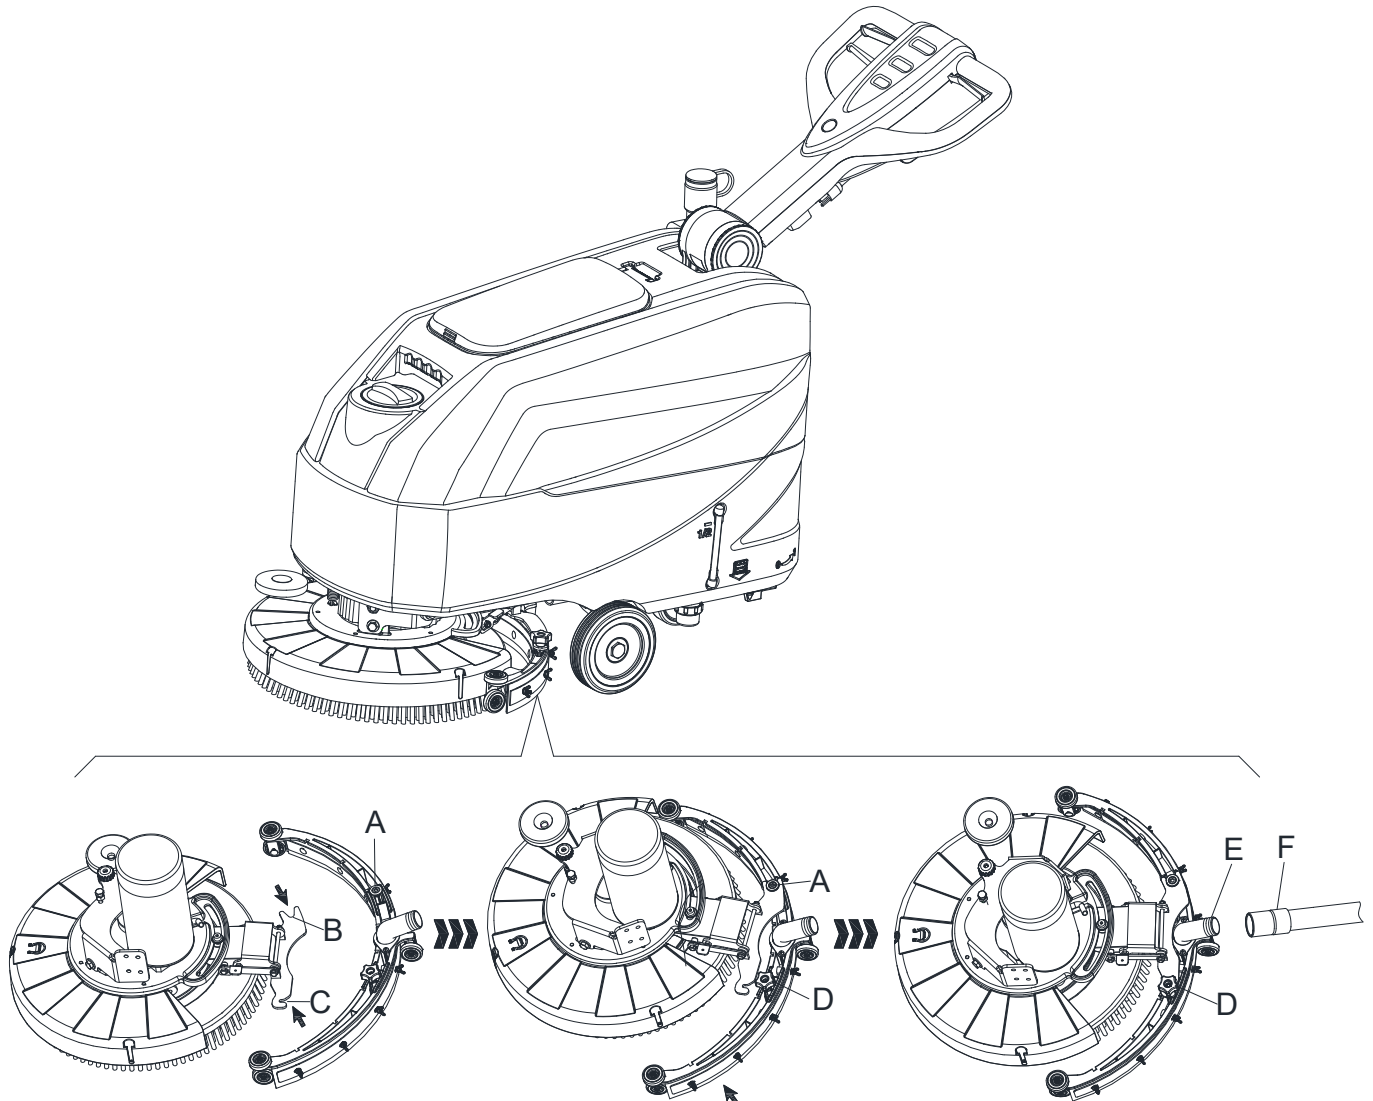

Abb. 4
5. Befestigen Sie den Bolzen A an der Öffnung B und dann eine weitere Schraube C an der Öffnung D, befestigen Sie den Saugleisten-Einstellknopf und verbinden Sie den Schmutzwasserablaufschlauch F am Verbindungsstück E (Abbildung 4).